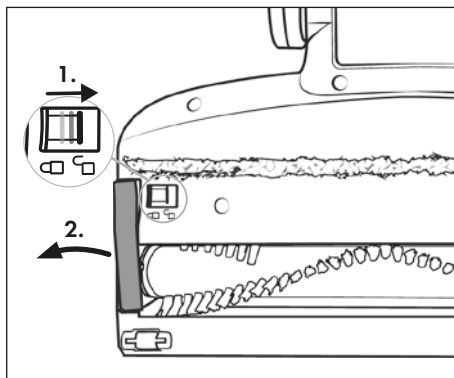

Fig. 24
- 2) Lås børsterullen **21** op ved at skubbe oplåsningen til børsterullen **19** med fingeren til højre og derefter fjerne børsterulleholderen **20** fra gulvbørsten **22** (se fig. 24).